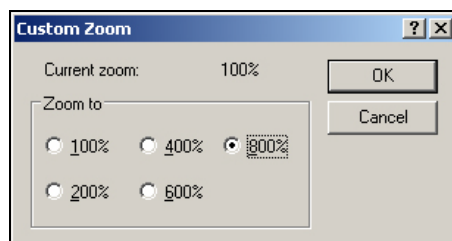

Figura 5-58: Comma personalizzata
- 2 Passare a *View > Zoom > Custom*. Viene visualizzata la finestra di dialogo *Custom Zoom (zoom personalizzato)* (vedi Figura 5-58).